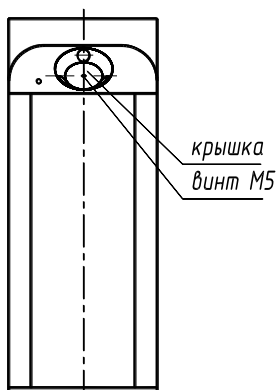

Рис.1
6.4 Установите штанги. Для этого снимите крышку поворотного механизма, открутив винт М5 (рис.1). Закрепите штанги болтами М10, входящими в комплект штанг. Для перевода штанги «антипаника» в положение «проход открыт» оттяните штангу в направлении А (от